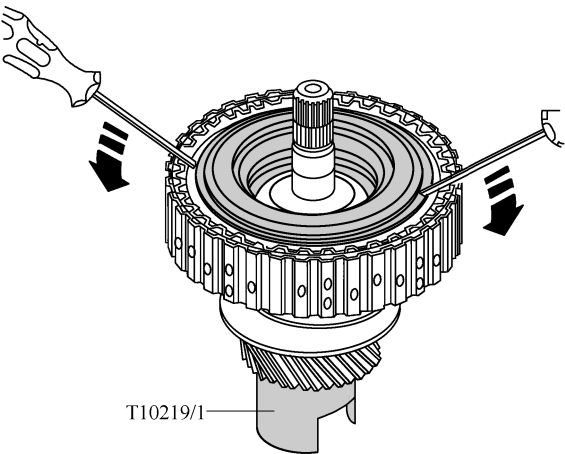
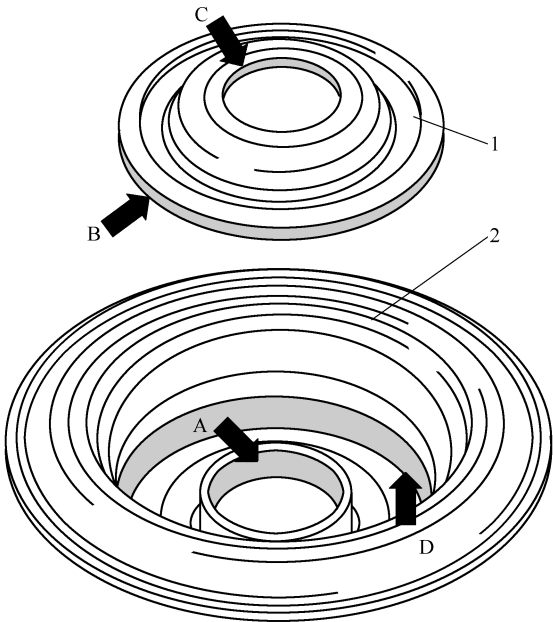

图 2-2-33 将滚珠轴承装入输入轴的盖板中
图 2-2-44 压板和活塞的内侧工作面或密封面不允许与轴接触
(1) 将滚珠轴承装入输入轴的盖板中，如图 2-2-33 所示。
(1) 拆下输入轴。从输入轴上拆下输入轴盖板，放置在装配工具 T10219/1 上。
(2) 如图 2-2-33 中箭头所示，用两把螺钉旋具小心地抬高压板及活塞。注意压板和活塞的内侧工作面(箭头 C)或密封面(箭头 A)在拆卸和安装轴时不允许接触，如图 2-2-44 所示。
- (3) 将活塞 1 压入压板 2 到极限位置，如图 2-2-44 所示。